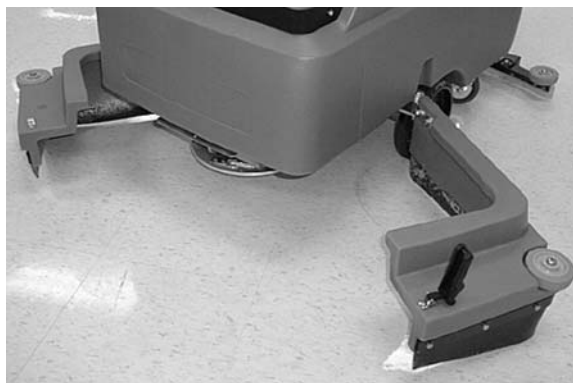

FIG. 7
4. Détachez le loquet noir à l'avant de la machine et faites pivoter le carter de la jupe pour accéder au moyeu du moteur (Figure 7).